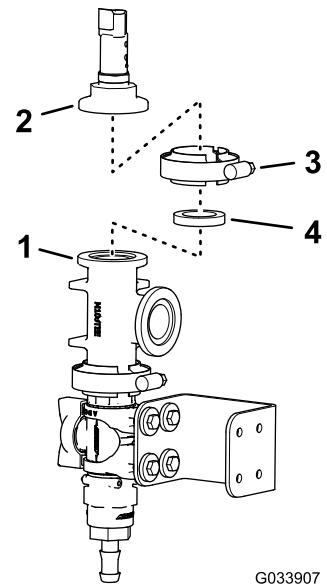

Bild 17
7. Befestigen Sie den Druckwandler mit einer Dichtung und Flanschklemme am T-Anschlussstück und ziehen Sie die Klemme mit der Hand an (Bild 17).